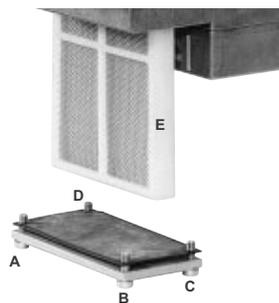

Fig. 53
- 2 Remove screws 1 ÷ 6 (Fig. 53).